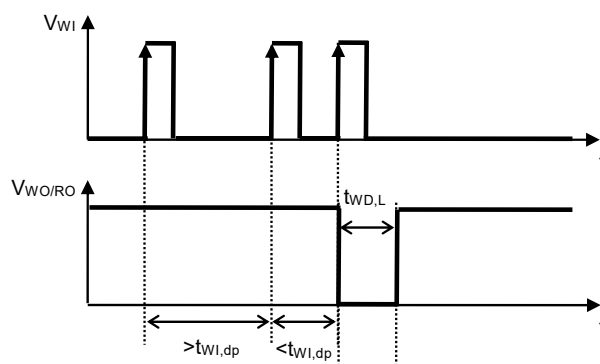

図10 ウォッチドッグダブルパルス検出時間
*3. ウォッチドッグタイマがトリガの検出を開始してから、 $t_{WI,dp}$ 経過前までに再びトリガを検出し、WO / RO端子出力が "L" に変化するまでの時間 (図10参照)。この値は C_{DLY} で変更可能です。